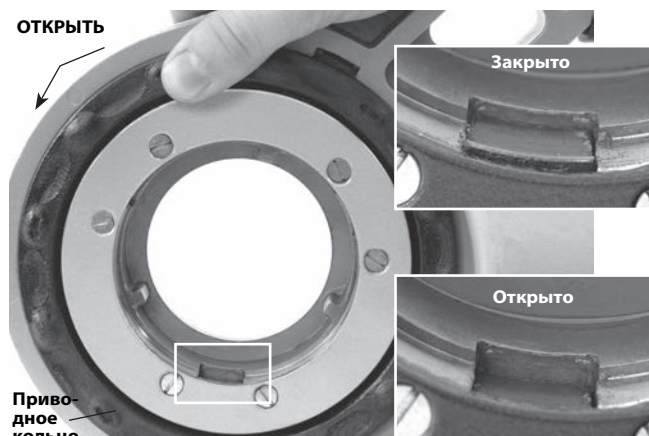

Рис. 7 – Фиксатор, приводное кольцо в открытом/закрытом положении
- b. Поверните приводное кольцо против часовой стрелки, чтобы открыть фиксатор. Полностью введите резьбонарезную головку или переходник (если требуется) шлицевым торцом в силовой привод (Рис. 7).